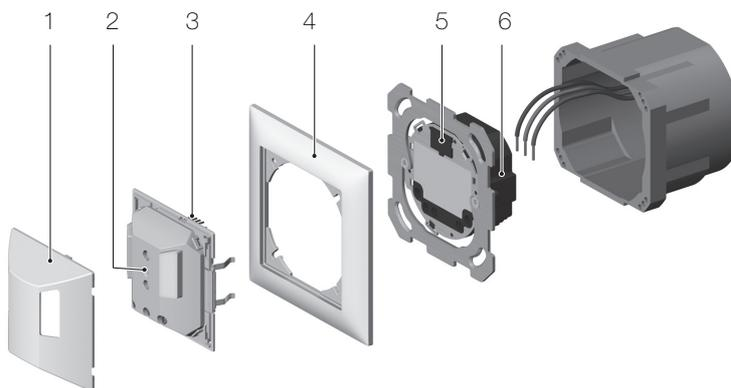

fig. 24 Montaggio piriOS 180, in ambienti asciutti - INC
2. Collegare l'attuatore (5) come da schema (→ capitolo 11).
3. Montare l'attuatore (la fig. 24 illustra il montaggio incassato in ambienti asciutti). In caso di montaggio in ambienti umidi (NAP/NUP), prestare attenzione alle avvertenze sul drenaggio (→ capitolo 8.1.2).
4. Togliere la protezione antipolvere dalla presa (4).
5. Posizionare il sensore (2) con il telaio di copertura (7) sull'attuatore (5) in modo da innestare gli spinotti a 8 poli (3) nella presa (5) dell'attuatore.
9. Montare la calotta di copertura (1).